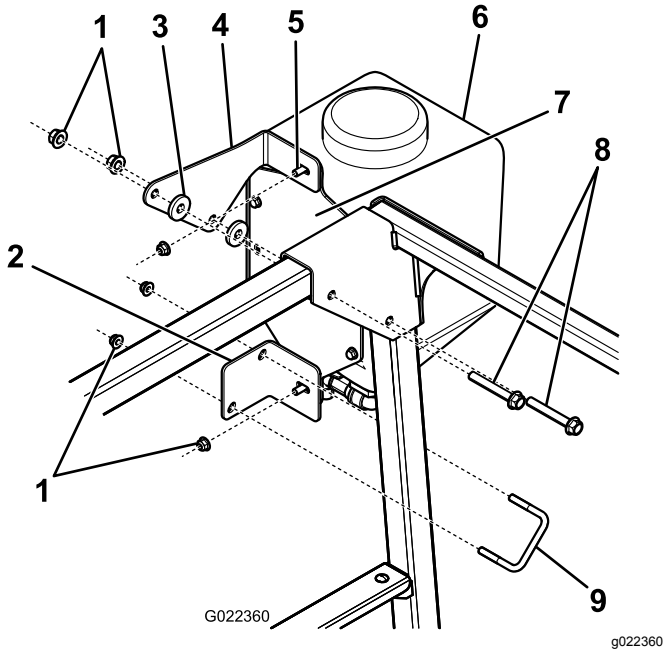

図 25
1. 真水タンク上側取り付けマウントおよび下側取り付けマウントを真水タンクに取り付けるフランジヘッドボルト2本とフランジナットを使用する(図 25)。
2. 真水タンク用上側取り付けマウントをROPSに取り付けるワッシャ2枚と既存のボルト・ナットを使用する(図 25)。
3. 真水タンク下側取り付けマウントをROPSに固定するUボルトとフランジナット2個を使用する(図 25)。